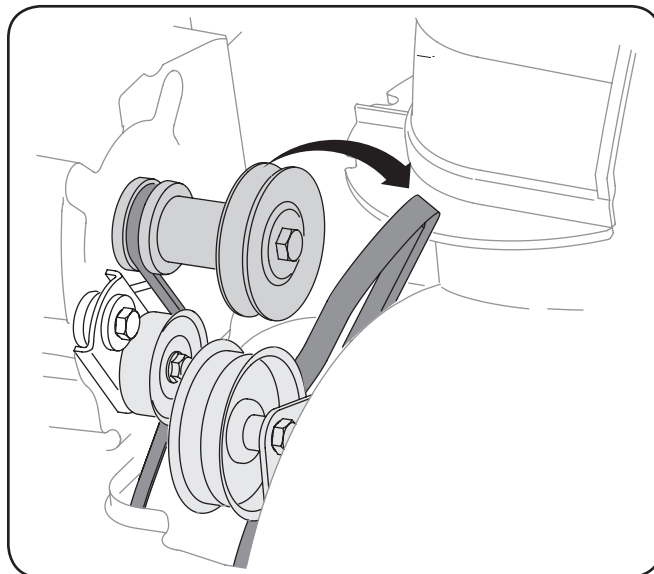

Figura 7-2
3. Saque la correa de la barrena de la polea del motor. Consulte la Figura 7-2.